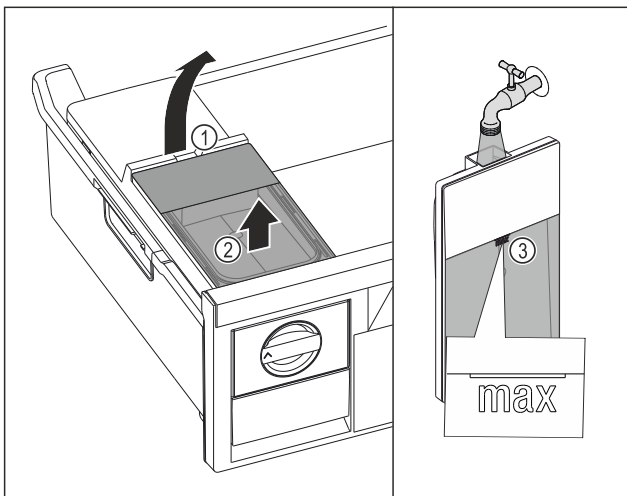

Fig. 109
- Soulever le réservoir d'eau par l'encoche Fig. 109 (1).
- Retirer le réservoir d'eau par le haut. Fig. 109 (2)
- Remplir le réservoir d'eau potable jusqu'au repère Fig. 109 (3).